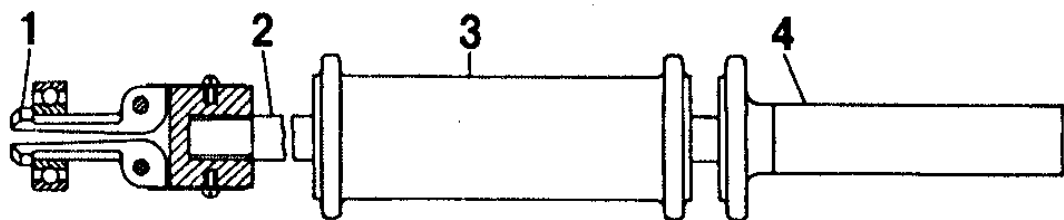

Рис.54. Съёмник 7823-6090 для выпрессовки подшипника первичного вала коробки передач из коленчатого вала:
48. При необходимости съёмником 7823-6090 выпрессовать из гнезда коленчатого вала подшипник первичного вала коробки передач (рис.54).